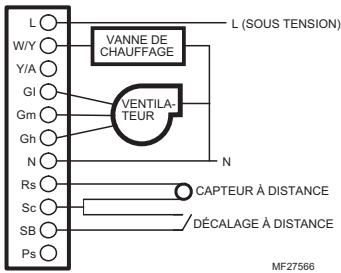

Fig. 7. Schéma de câblage à deux conduits pour chauffage seulement (120/240/277 V c.a. illustré).
- Les thermostats de ventiloconvecteur TB6575A1000, TB6575B1000 et TB6575C1000 qui sont alimentés à 120/240/277 V c.a. Consulter les Fig. 7–Fig. 13, à partir de la page 9,